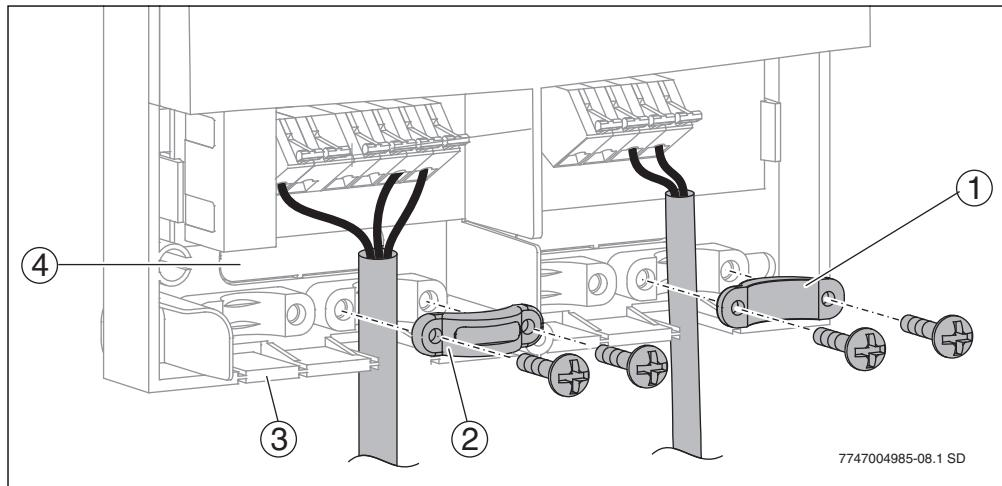

Fig. 11 Paso y fijación de los cables
Según la situación de montaje, los cables se pueden introducir en la caja por detrás (→ fig. 11, 4) o por abajo (→ fig. 11, 3).
- Haga el paso para cables con un cuchillo (→ fig. 11) para que no quede ningún borde cortante.
- Asegure los cables con el dispositivo antirrallamiento correspondiente (→ fig. 11, 2). El dispositivo antirrallamiento también se puede montar al revés (→ fig. 11, 1).